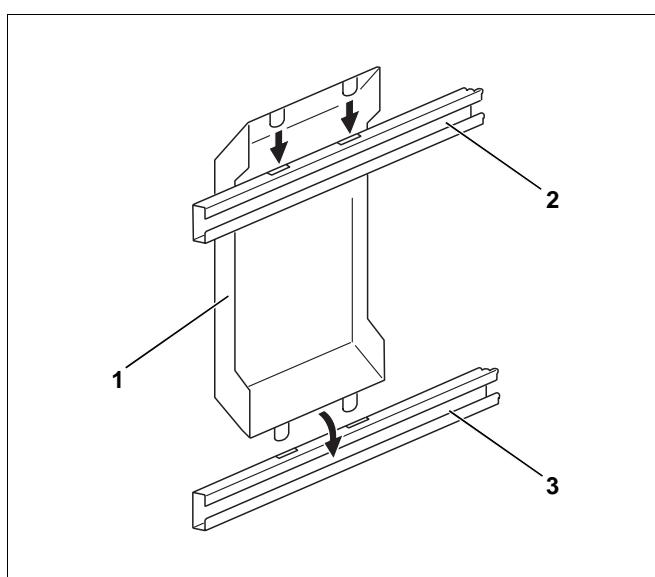
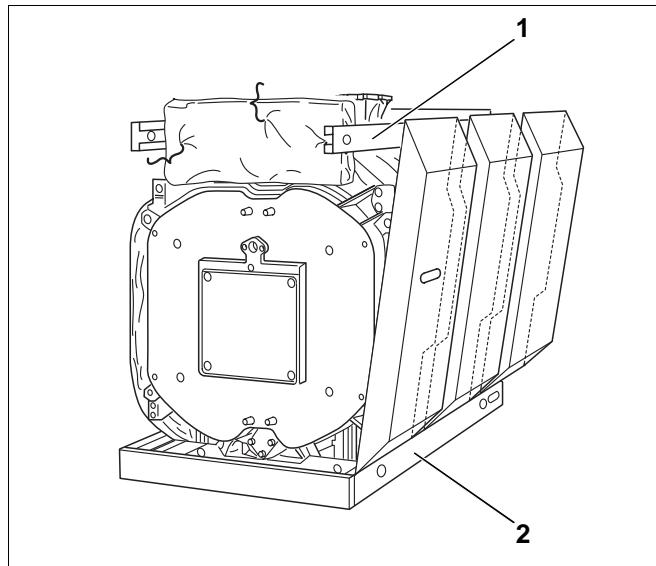

Рис. 41
Рис. 42
- Нижнюю отбортовку первой боковой стенки (рис. 41, **поз. 1**) вставить за нижнюю продольную траверсу (рис. 41, **поз. 3**), немного приподнять и вставить крюки в прорези верхней продольной траверсы (рис. 41, **поз. 2**) (см. также рис. 42).
- Остальные боковые стенки нижней отбортовкой вставить за нижнюю продольную траверсу (рис. 42, поз. 2), немного приподнять и навесить верхней отбортовкой на верхнюю продольную траверсу (рис. 42, поз. 1).